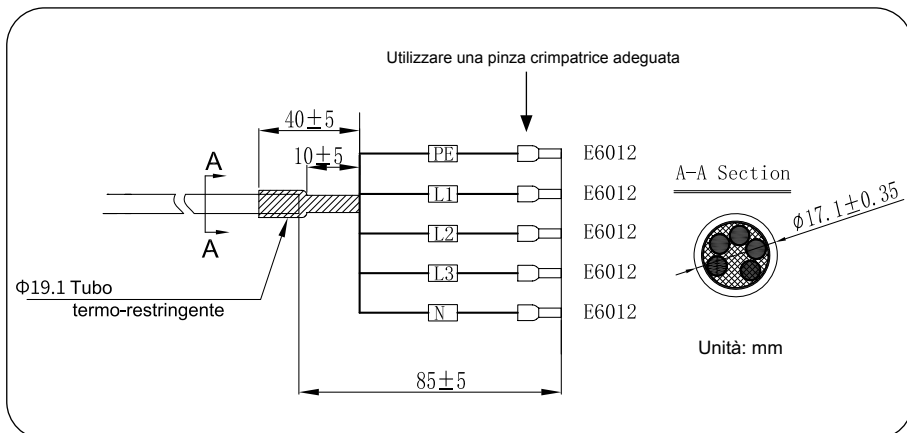

Figura 29
- **A0220400E11 (trifase)** - Si raccomanda l'utilizzo di cavi per l'alimentazione AC 5x6mm², poi preparati come mostrato in Figura 29.